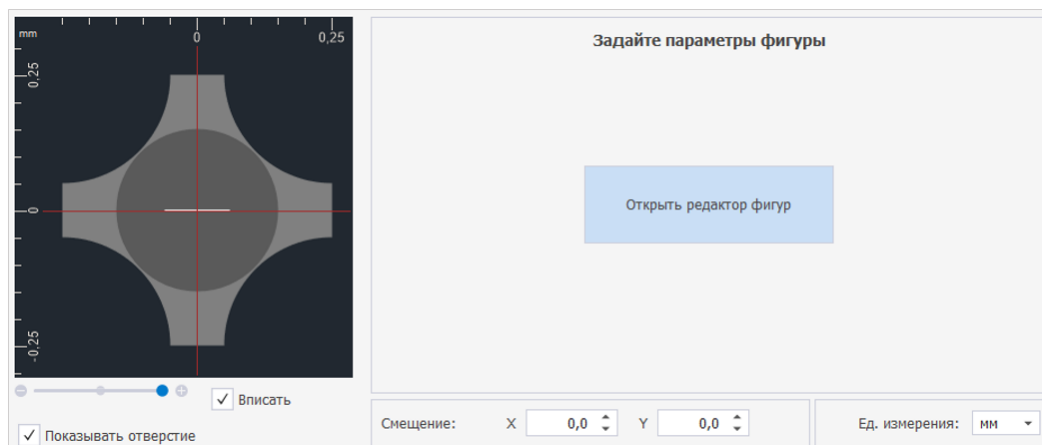

Рис. 49 Кнопка «Открыть редактор фигур»
2. Нажать «Открыть редактор фигур», см. Рис. 49.